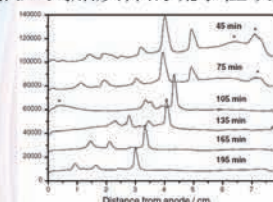
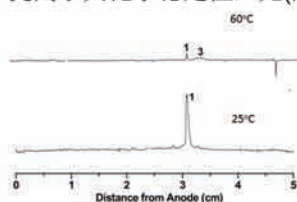
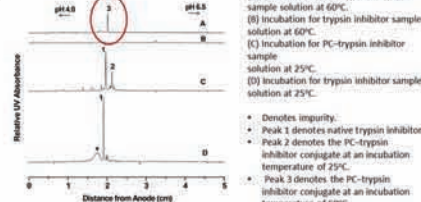

图8-1: cIEF-WCID表征胰岛素在DTT诱导还原过程
图8-2: cIEF-WCID研究β-乳清蛋白 B在60°C下的热稳定性
图8-3: cIEF-WCID表征脂质体对蛋白质变性的保护作用
**应用8: cIEF-WCID是研究蛋白质结构变化研究**(图8-1)显示了cIEF-WCID用来研究胰岛素在DTT (二硫苏糖醇) 诱导还原过程的结构变化, 随着还原时间的延长, 其双硫键被破坏, 酸性蛋白的还原产物被观察到。 (图8-2)显示了cIEF-WCID研究β-乳清蛋白 B在60°C下的热稳定性, 实验表明在高温下, β-乳清蛋白 B极不稳定, 迅速变性和降解, 产生碱性降解蛋白 (峰3)。研究表明, 脂质体的加入能够显著提高蛋白质的热稳定性, 蛋白质通过插入到脂质体的疏水性双分子层, 提高了其化学稳定性, 见(图8-3)